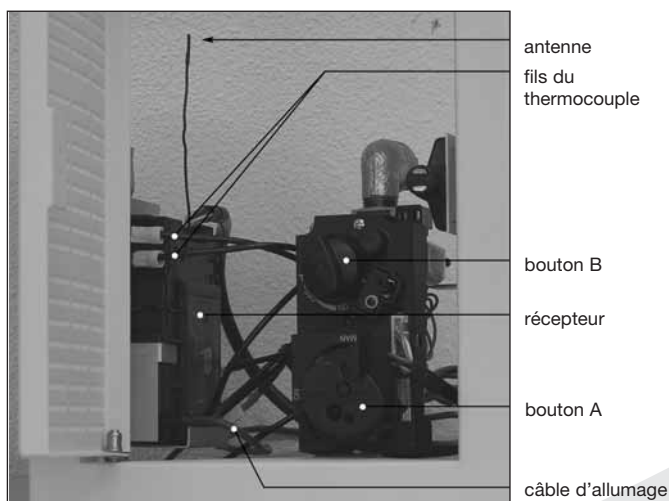

fig. 12
- Placez le récepteur dans le coffret de commande comme indiqué sur la Fig. 12.
Attention: Ne placez pas l'antenne trop près du câble d'allumage et/ou d'éléments métalliques (voir la bonne position sur la Fig. 12);
Le récepteur se trouve dans le coffret de commandes (voir Fig. 12).
- Placez le récepteur tel qu'indiqué sur la Fig. 12.
!Attention - Ne placez pas l'antenne du récepteur trop près du câble d'allumage et/ou d'éléments métalliques : veillez à ce que l'antenne soit tournée vers le haut (voir la Fig. 12 pour la bonne position) ;